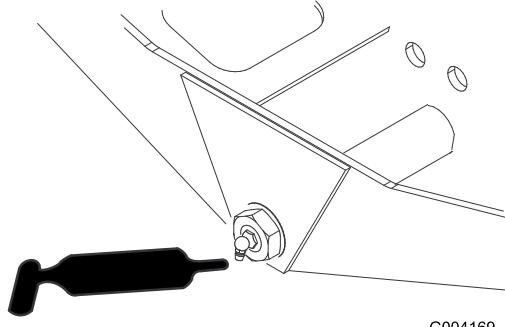

Figura 58
- Perno dello sterzo dell'assale (1) (Figura 58)